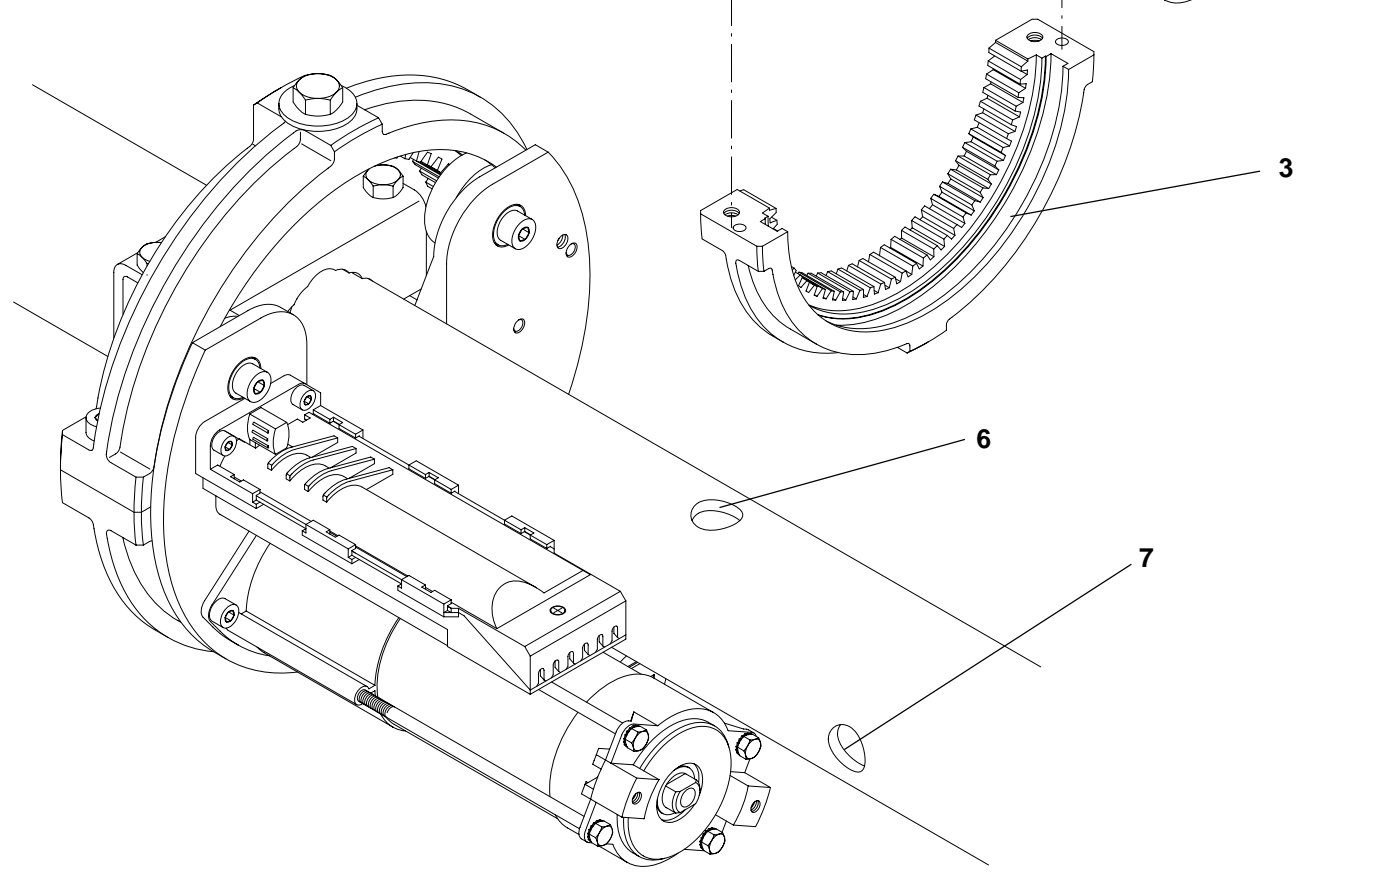

Fig. 1b
- 3) Eseguire sul palo i fori di ingresso filo 6 e guaina per i cavi elettrici 7 (fig. 1b) avendo cura che la posizione dei fori agevoli il passaggio del filo e dei cavi.
- 3) Make appropriate holes on the bar for the insertion of the wire 6 and electric cable sheath 7 (fig. 1b) making sure that the position of the holes facilitates the insertion of the wires and cables.
- 3) *Percer sur le mât les trous d'entrée du fil 6 et de la gaine pour câbles électriques 7 (fig. 1b), en s'assurant que la position des trous facilite le passage du fil et des câbles.*
- 3) *Realice en la barra los agujeros de entrada del hilo 6 y vaina para cables eléctricos 7 (fig. 1b) verificando que la posición de los agujeros facilite el paso del hilo y de los cables.*